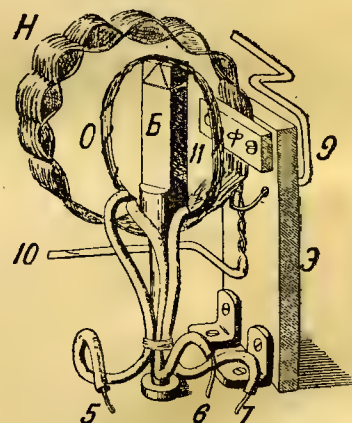

Рис. 3. Как монтируются катушка обратной связи (*O*) и катушка контура сетки (*H*).
Внутри катушки *H* (под крайним ее витком) вращается небольшая катушка *O* обратной связи, поддерживаемая, как видно на рис. 3, четырехугольным эбонитовым бруском *B*. Диаметр катушки
обкладкам (18) конденсаторов; второй конец (9) соединяется с концом (9) катушки *H* (см. рис. 3). Катушка *M* посредством фибровой пластинки прикреплена к эбонитовой стойке *Э*.
Катушки *H* и *O* служат для получения обратной связи между контуром сетки и анодной цепью. Катушка *H* (являющаяся продолжением катушки *M*) имеет (см. рис. 3) 15 витков из провода диаметром 0,6 мм, намотанных по типу корзинчатой намотки на 15 стержнях (булавках). Средний диаметр витков этой катушки 52 мм. Витки намотаны вплотную друг к другу; полученная таким путем катушка имеет в ширину 12 мм. Средний виток этой катушки, а также и конец ее присоединены к двум контактным кнопкам переключателя *I* (на короткие и длинные волны), основание рычага которого имеет контакт с экраном (заземлено). При включении половины этой катушки (левое положение переключателя), приемник имеет диапазон от 33 до 64 метров; при включении всех 15 витков катушки, приемник получает возможность приема волн от 53 до 100 метров. Неподвижное положение катушки *H* обеспечивается фибровой пластинкой *Ф*, прикрепляющей катушку к эбонитовой стойке *Э*. Последняя соединяется с панелью двумя медными угольниками.